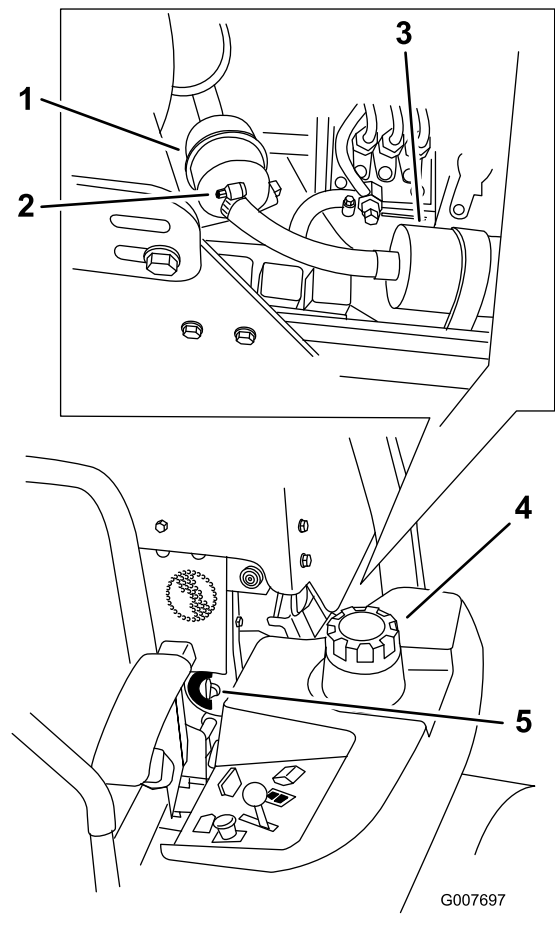

Figure 44
4. Fermez le robinet d'arrivée de carburant (Figure 44).
5. Desserrez les 2 colliers de flexibles et débranchez les conduites d'alimentation du filtre à carburant (Figure 44).
6. Remplacez le filtre. Branchez les conduites d'alimentation au filtre à carburant et montez les 2 colliers de flexibles (Figure 44).